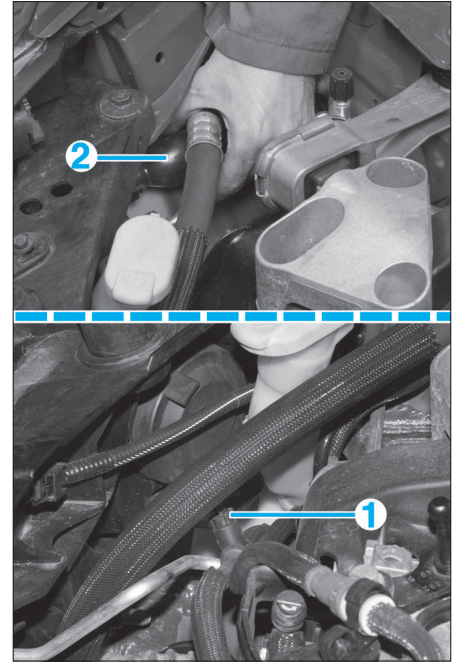

FIG. 69
- Ouvrir la vis de purge en air (1) située entre le filtre et la pompe haute pression (Fig.69).